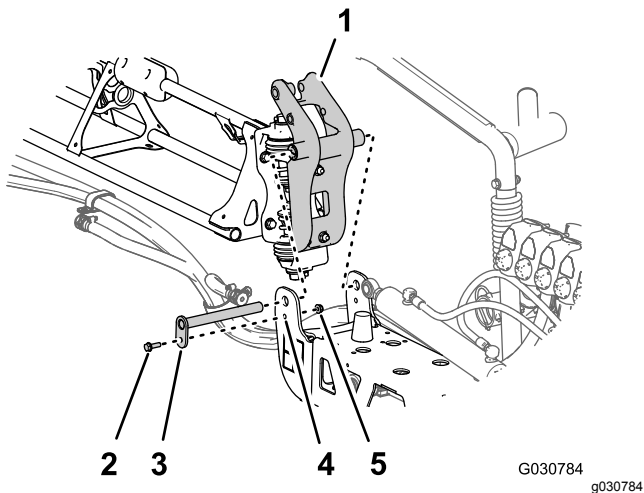

Figura 123
- Alinee los casquillos del acoplamiento de giro con los orificios de las pestañas del soporte de giro situado en el extremo de la sección de fumigación central (Figura 123).